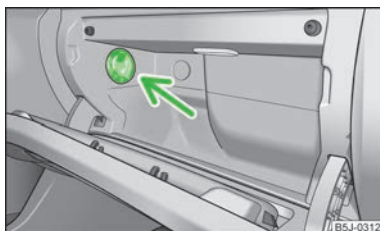

Fig. 66
► La entrada de aire se abre o se cierra con el conmutador giratorio » fig. 66.